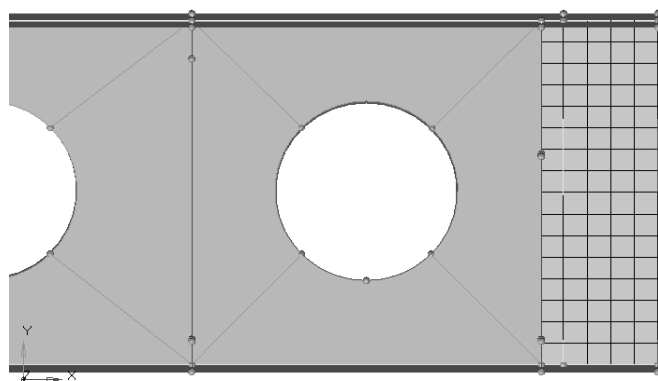

图 7-34 网格剖分
(2) 网格剖分。在 HyperMesh 主菜单 2D 面板下的 automesh 功能中, 首先选择模型边缘的两个较小的曲面, 以单元边长为 10mm 进行网格剖分, 如图 7-34 所示。